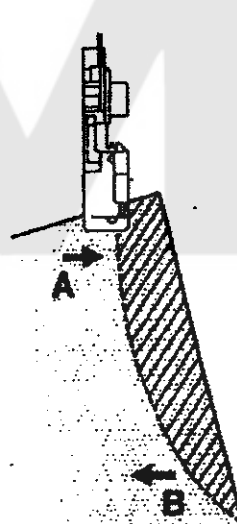

Fig. 3
Om een ronde kant van een stof naar binnen toe te naaien, geleidt u de geknipte rand van de stof rechts onder de voorkant van de persvoet door en oefent u wat druk uit met uw linkerhand op punt (A) in de richting van de pijl. Tegelijk oefent u wat druk uit met uw rechterhand op punt (B) in de tegengestelde richting (Fig. 3)
Voer de draad door de voorste opening en verzeker u ervan dat deze stevig zit tussen de linker en rechter draadnaald, zodat het door de voorste opening heen kan. (Figuur 2) Voor het aan elkaar naaien van zijkanten, voer de draad door de achterste opening en verzeker u ervan dat deze geplaatst door de rechter draadnaald (Fig.3)